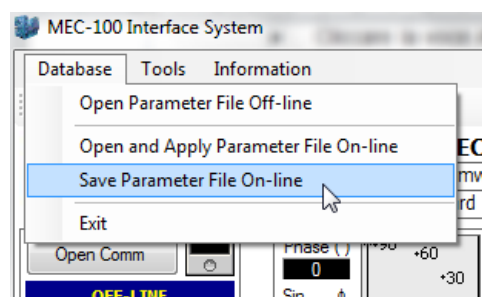

Fig. 5.6.1.a
- Cliquer sur l'élément *Fichier* dans la barre menu du MEC-100 Interface System (voir Fig. 5.6.1.a).